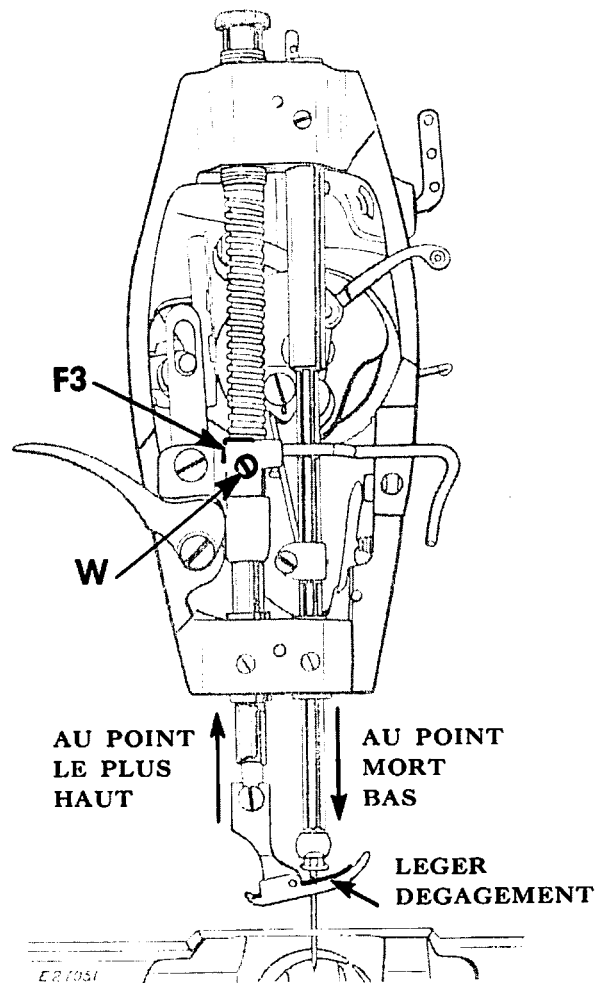

Fig. 33. Vérification de la hauteur de la barre du presseur relevée à fond
2. Lorsque le pied presseur est relevé à fond et la barre à aiguille à son point mort bas, le sommet du pied presseur doit dégager l'extrémité inférieure de la barre à aiguille, comme illustré Fig. 33.
Desserrer la vis de serrage **W**, Fig. 33.